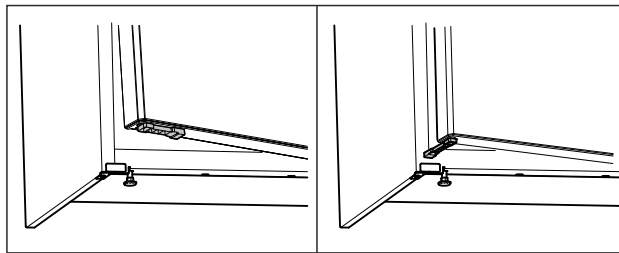

Fig. 63 *
- ▶ Fordítsa el 90°-kal az ajtó nyitáskorlátozó elemét. (lásd Fig. 63) *